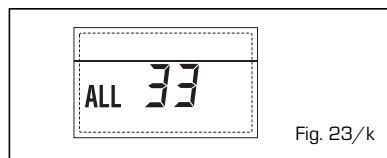

Fig. 23/k
- ANOMALIA COMUNICAZIONE SCHEDINO RS-485 IN MODALITA' CASCATA "ALL 34" (fig. 23/j)